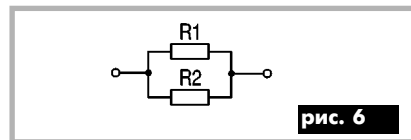
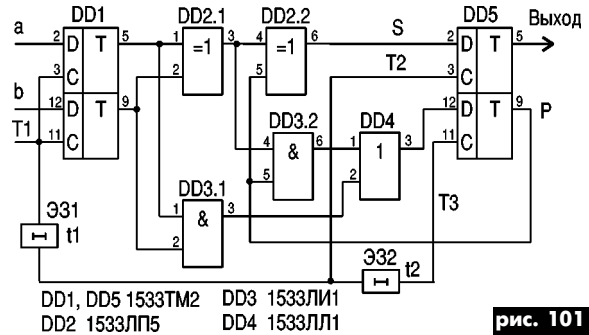
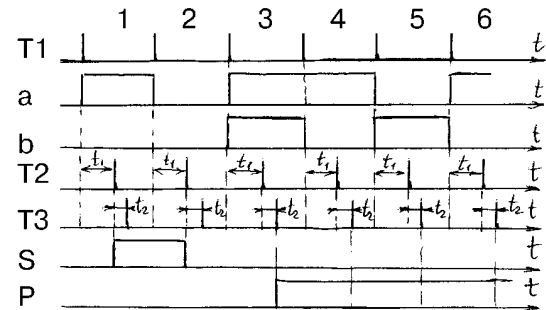
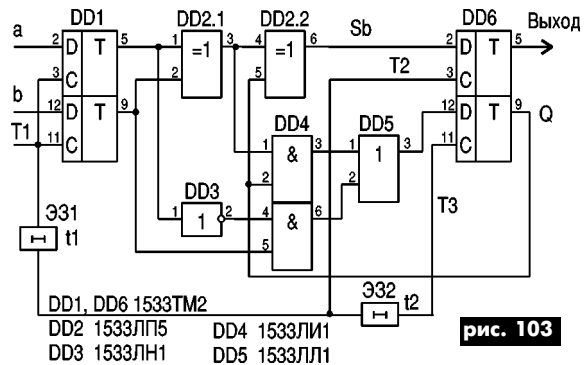

рис. 6
рис. 101
рис. 102
рис. 103
2. Сопротивление двух параллельно соединенных резисторов (рис. 6) равно $R = R1R2 / (R1 + R2)$ или $R_{общ} = 1 / (1/R1 + 1/R2)$ или $R_{общ} = R1R2...Rn / (R1 + R2 + ... + Rn)$.
Двоичный последовательный код передается по одному проводу, начиная с младших разрядов. На **рис.101** показана схема сумматора двух последовательных двоичных кодов "а" и "b", на **рис.102** – диаграммы напряжений в этой схеме. Каждый разряд появляется последовательно с тактовыми импульсами T1, и этими импульсами записывается в D-триггеры DD1 (код "а" записывается в верхний триггер; код "b" – в нижний триггер). Логические элементы DD2, DD3, DD4 образуют одноразрядный полный сумматор (его схема приведена в "РА" 12/97, рис.6,а). Результат S задержан на некоторое время t1 в элементе задержки ЭЗ1 и записывается в верхний D-триггер DD5. Перенос в следующий разряд P записывается в нижний триггер DD5 тактовыми импульсами T3, которые дополнительно задержаны относительно импульсов T2 на время t2 в элементе задержки ЭЗ2. Этот перенос участвует в следующем такте суммирования.
На **рис.103** показана схема устройства вычитания двух последовательных двоичных кодов. Если проанализировать процесс вычитания и построить карты Карно для результата и сигнала заема (для процесса суммирования такое построение сделано в "РА" 12/97), то окажется, что для результата карты Карно такая же, как для суммирования, а для заема карта Карно несколько отличается от карты Карно для сигнала переноса при суммировании. Поэтому по сравнению со схемой на **рис.101** в схеме
на **рис.103** добавился инвертор DD3, кроме того, для формирования сигнала заема используется выход не первого элемента DD2.1, а второго DD2.2. В остальной схеме **рис.103** работает так же, как и схема **рис.101**.
Схема умножения для последовательных двоичных кодов является развитием схемы **рис.101**. При этом по выводу S устанавливается последовательный регистр хранения суммы, в который заносится число "а", кроме того, еще один последовательный регистр используется для постоянного хранения числа "а". Умножение на n-разрядное число требует n циклов суммирования. Последовательный выход регистра подключается вместо входа "а", а на вход "b" подается (при лог."1" в данном разряде числа "b") число "а" со второго регистра либо (при лог."0" в данном разряде числа "b") нули. При n циклах накопления суммы в регистре хранения суммы накапливается произведение чисел. Следует отметить, что при каждом последующем цикле суммирования число со второго регистра сдвигается на один разряд вверх. Разрядность регистра хранения должна быть не меньше $n + m$, где m – разрядность чисел "а" и "b". Поскольку процесс деления чисел представляет собой последовательность циклов вычитания, точно также на основе схемы **рис.103** можно построить схему деления для последовательных двоичных кодов.